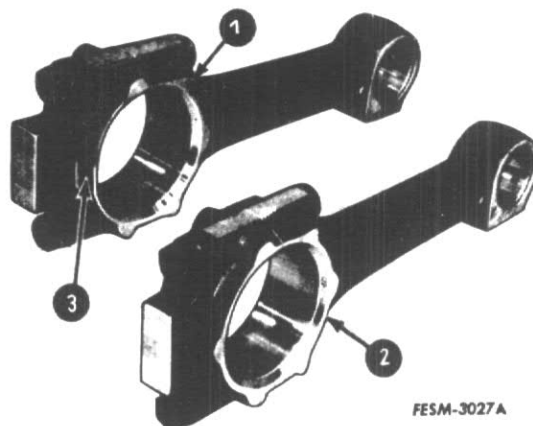

Figure 151
Lorsqu'un équilibreur neuf a été mis à la place d'un ancien, il est nécessaire de monter également des ensembles de bielles neuves, fig. 151 dont les bossages sont retirés pour éviter les interférences. Reportez-vous à "Mise en place".
Si le jeu de la bielle est inférieur à 2 mm, montez des bielles neuves (1) fig. 151.